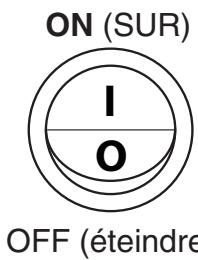

Fig. 34-2
2. Repérez l'interrupteur ON/OFF sur le devant de la boîte de commutation. Appuyez sur l'interrupteur sur la position **ON (I)**. Voir Fig. 34-2.
Vérifiez périodiquement le pilote pour le modèle de la flamme. La flamme de la veilleuse devrait encercler la pointe du générateur, et est prétréglé en usine (voir Fig. 34-2).